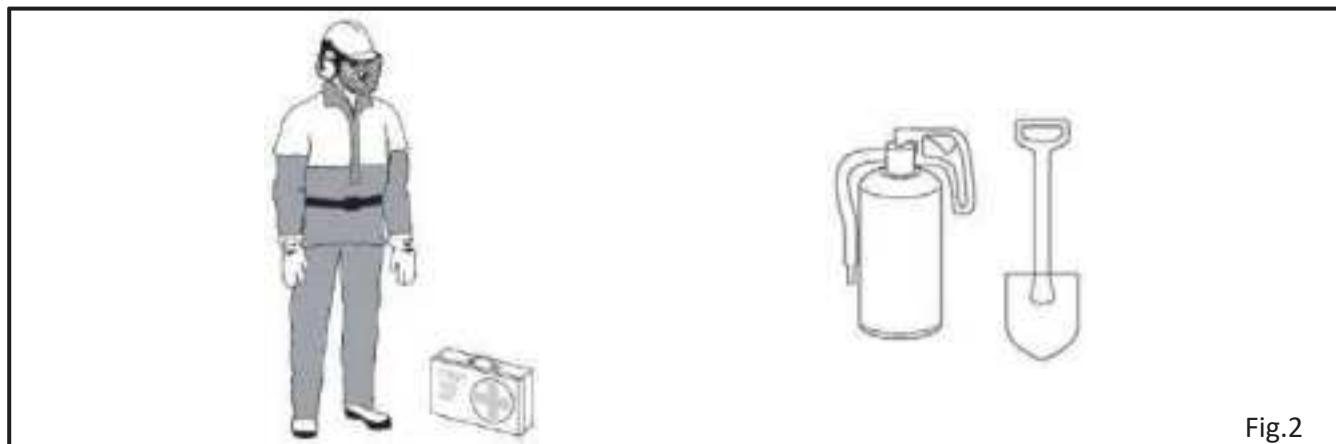

Fig.2
**Indossare sempre:**(ved. fig. 2)